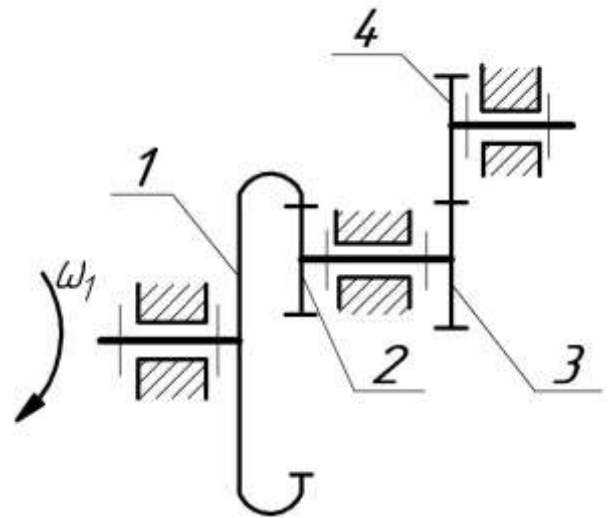

Рисунок 2
**Задача 3** В зубчатом механизме (рис. 2) по заданному числу зубьев  $Z_1, Z_2, Z_3, Z_4$  и модулю  $m$  определить: